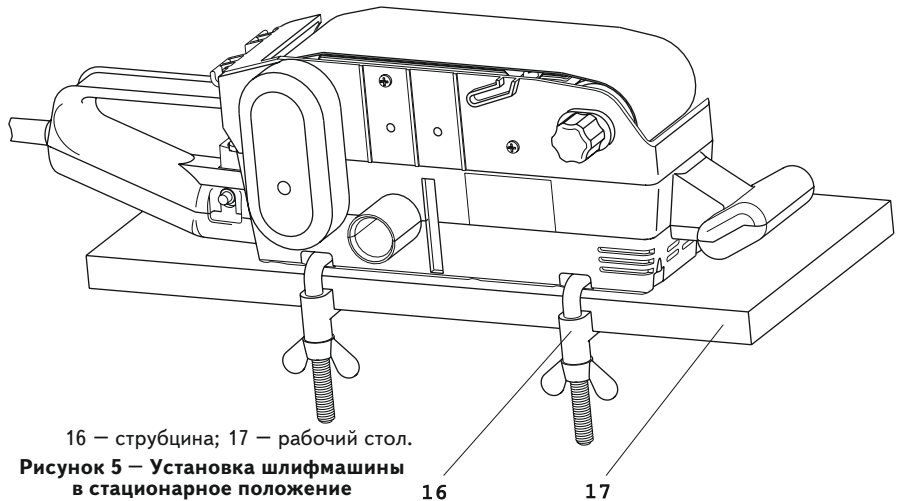

Рисунок 5 – Установка шлифмашины в стационарное положение
6.4 При использовании комплекта приспособлений E-591CC, крепление шлифмашины в стационарном положении, производить струбцинами 16 (см. рисунок 5).